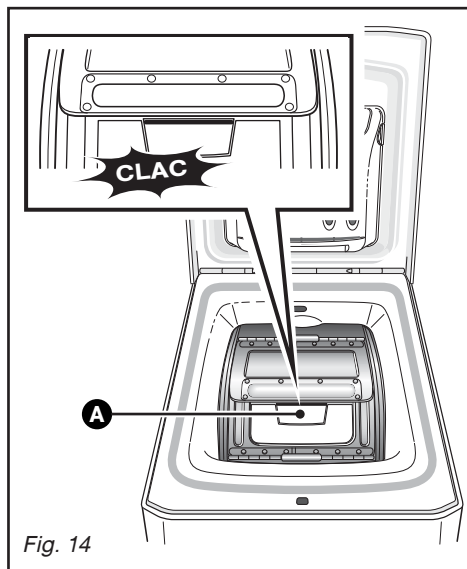

Fig. 14
**A** situé sur le portillon avant (Fig. 14).
**Vérifiez que le liseré du poussoir est bien visible (Fig. 14).**